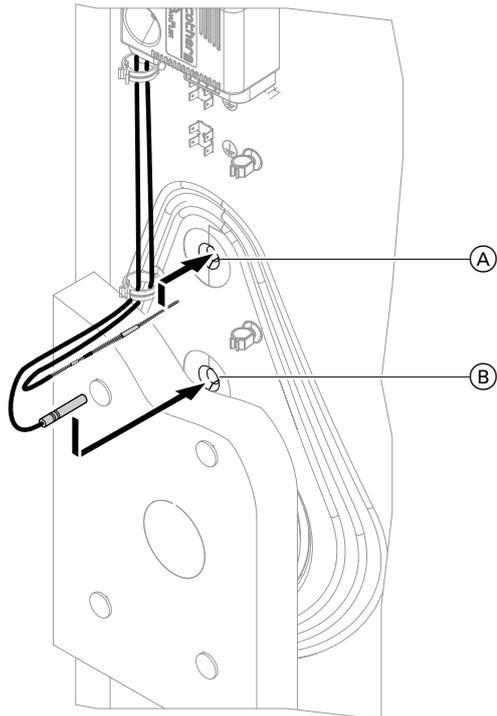

Abb. 19
Für einen höheren Bedarf an Warmwasser ist es möglich, das Zapfprofil von L auf XL umzustellen. Dafür wird der werkseitig eingebaute Speichertemperatur-sensor aus Tauchhülse (A) entfernt und in Tauchhülse (B) eingebaut, siehe Abb. 19